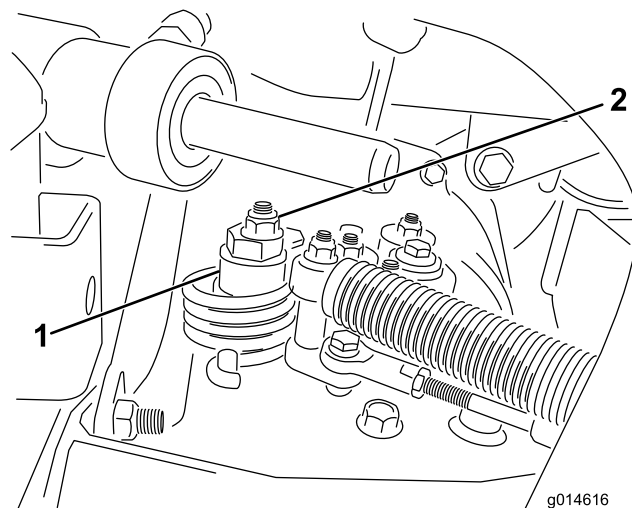

Figure 46
- A. Desserrez l'écrou de fixation de l'excentrique en haut de l'hydrostat (Figure 46).
- C. Tournez l'excentrique jusqu'à ce que la roue ne tourne plus dans aucune direction. Lorsque la route arrête de tourner, serrez l'écrou pour bloquer l'excentrique et le réglage (Figure 46). Vérifiez le réglage avec la commande d'accélérateur en position BAS RÉGIME, puis HAUT RÉGIME.